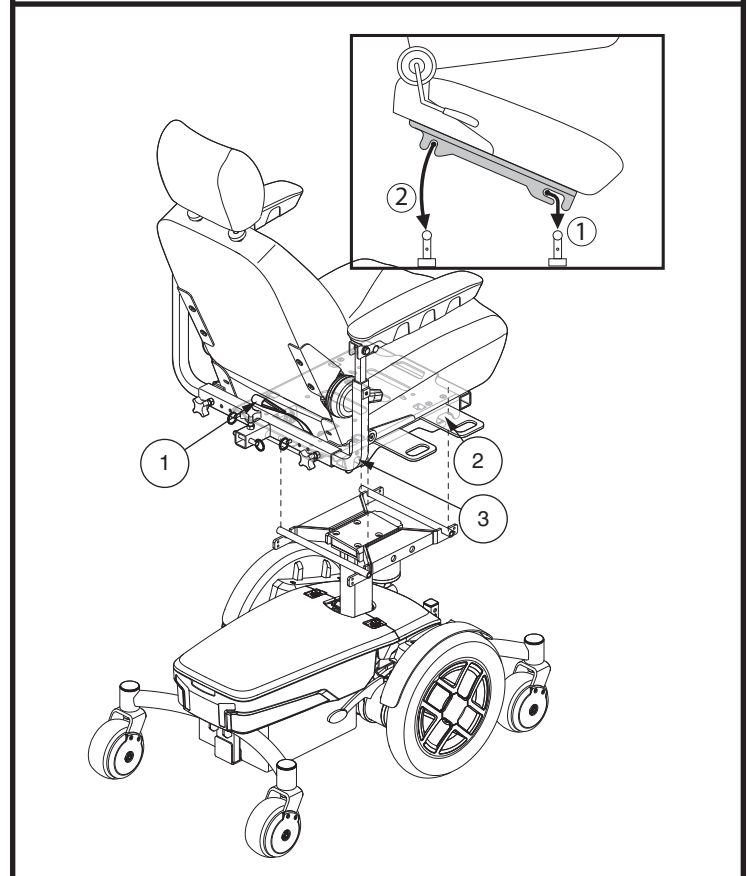
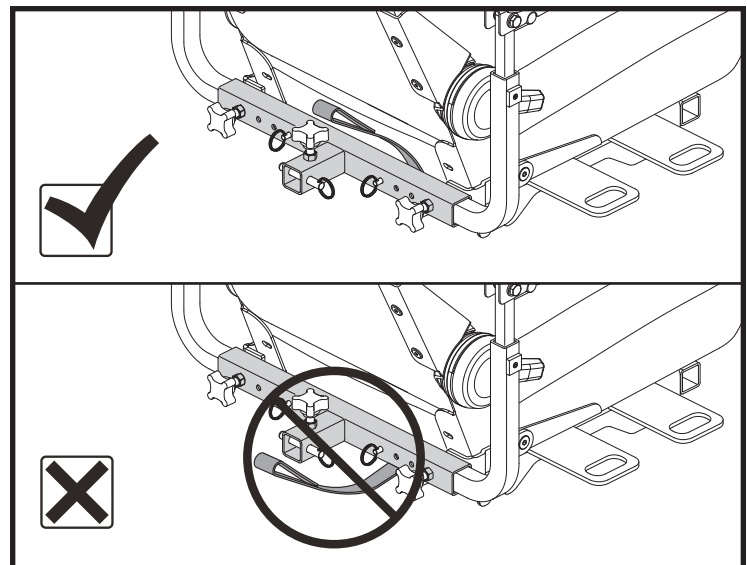

Figure 9. Cadre de siège à dégagement rapide
Figure 10. Acheminement de la sangle de traction du siège
4. Inclinez le siège vers l'avant et positionnez les deux fentes avant au-dessus de la barre de trapèze avant. **Voir la figure 9.**
5. Abaissez le siège sur la barre de trapèze avant et poussez vers l'avant jusqu'à ce que la barre de trapèze avant glisse dans les deux fentes avant. **Voir la figure 9.** Assurez-vous que la sangle de déverrouillage du siège est acheminée vers l'arrière au-dessus du tube récepteur de l'accoudoir. **Voir la figure 10.**